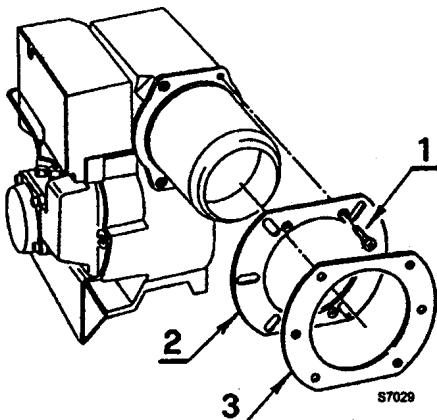

Рис. 3
Вставьте теплоизолирующий экран (3) (при необходимости расширьте отверстия как показано на рисунке 2) и закрепите горелку на котле. (Смотри рисунок 3).